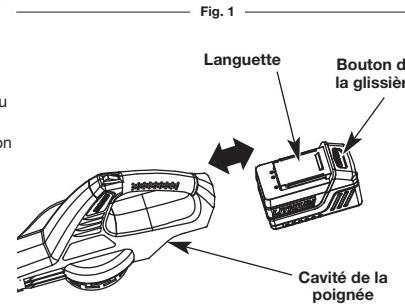

Fig. 2
- Alignez la languette de la batterie avec la cavité de la poignée (Fig. 2).
- Faites glisser le bouton de la glissière de la batterie vers le bas et tenez-le (Fig. 2).
- Insérez la batterie dans la cavité de la poignée (Fig. 2). Consultez la section *Installer la batterie*.